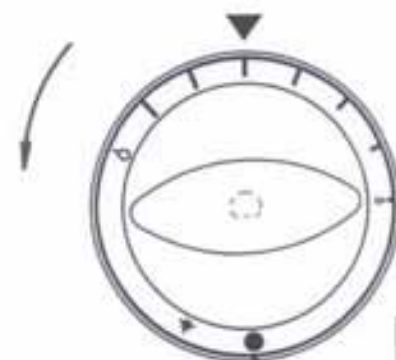

Fig. 3
enlever le tableau de commande (12). Ouvrir complètement la bague de réglage d'air du brûleur (24) et remplacer l'injecteur (27), dévisser éventuellement le raccord du tuyau raccordement gaz (13), dévisser le porte-injecteur (17) et remplacer l'injecteur (27). Remonter le tout; positionner la bague de réglage d'air du brûleur (24) à la distance indiquée ("A") sur le TABLEAU DONNÉES TECHNIQUES en fonction du type de gaz (fig.3).
Tourner encore la manette pour choisir la température voulue (fig. 3).